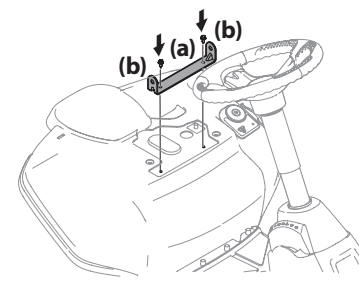

Figura 6
3. Alinee el soporte del asiento (a) en su lugar sobre los orificios de los pernos autorroscantes (b) que extrajo, como se indica en la Figura 6.
4. Con una llave de trinquete de 1/4 in y una llave de cubo de 3/8 in, sujete el soporte del asiento con los pernos autorroscantes que extrajo en el Paso 2. Consulte la Figura 6.